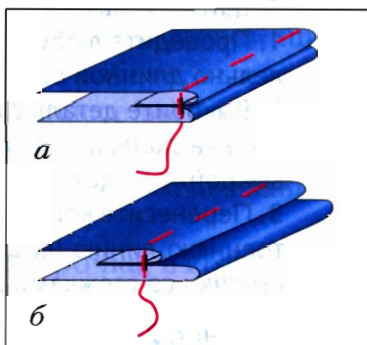

Рис. 26. Вымётывание
– выправленный шов может располагаться точно на сгибе деталей (рис. 26, а);
– одна из деталей может образовывать кант — выступающий край шириной 1–3 мм (рис. 26, б).